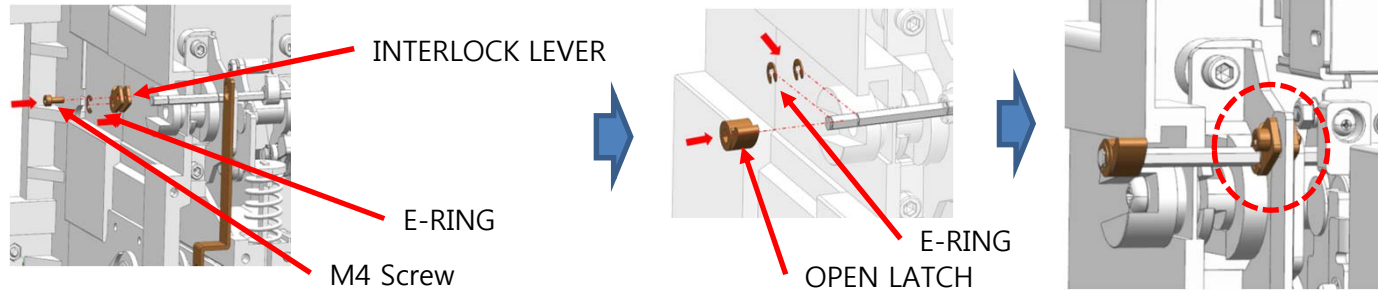

FIG 11
11. INTERLOCK LEVER & OPEN LATCH 설치 / INSTALLATION OF INTERLOCK LEVER & OPEN LATCH (FIG 11)